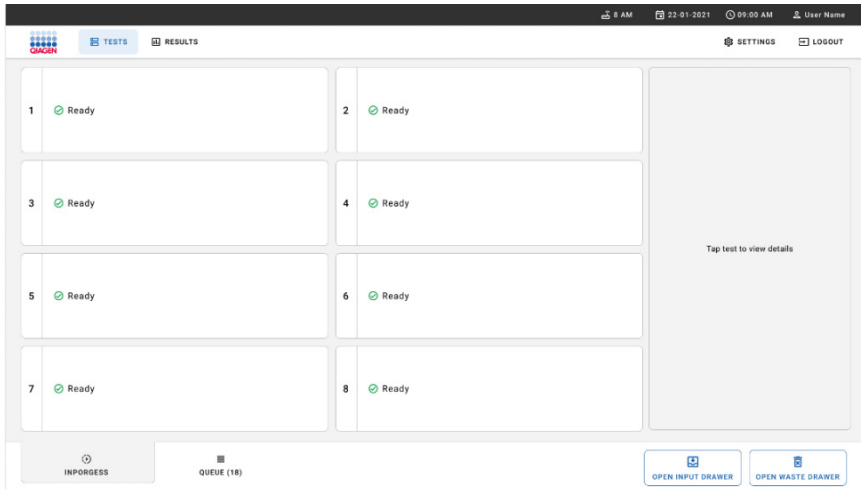

图 20.主测试屏幕。
1. 按下主测试屏幕右下角的 **OPEN WASTE DRAWER**（打开废弃物抽屉）按钮（图 20）。
3. 取出试剂盒后，关闭废弃物抽屉。系统将扫描托盘并返回主屏幕（图 20）。如果出于维护目的取出托盘，请确保在关闭抽屉前正确插入托盘。
4. 按下屏幕右下角的 **OPEN INPUT DRAWER**（打开进样抽屉）按钮（图 20）。